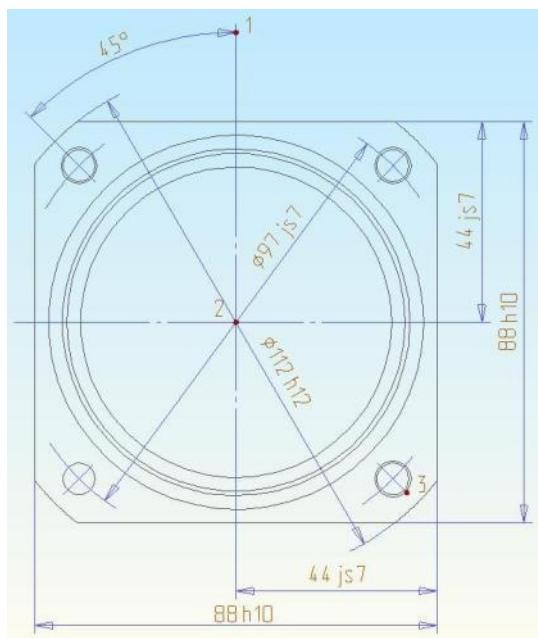

Рисунок 18. Создание линии разреза
- Выберете вид справа и притянитесь к центральной осевой линии (точка 1, рис.18) подведите курсор к этой точке и одновременно нажмите левую и среднюю кнопку мыши или клавишу **C** на клавиатуре.
- Притянитесь курсором к точке пересечения осей (точка 2, рис.18). Для этого подведите курсор к этой точке и одновременно нажмите левую и среднюю кнопку мыши или клавишу **C** на клавиатуре. Нажмите левую кнопку мыши или клавишу **Пробел**.
- Притянитесь курсором к точке пересечения осей отверстия диаметром 7 мм (точка 3, рис.18). Для этого подведите курсор к этой точке и одновременно нажмите левую и среднюю кнопку мыши или клавишу **C** на клавиатуре.